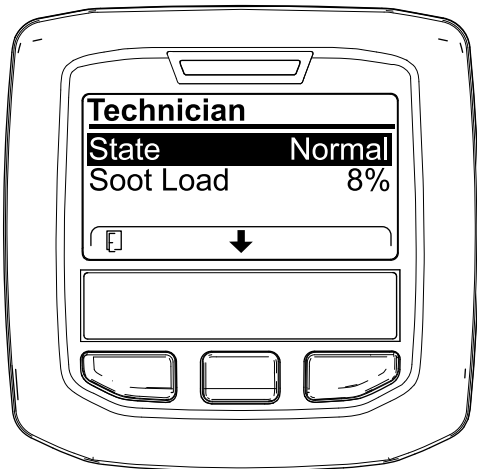

Figura 61
- Utilice la tabla de funcionamiento del DPF para consultar el estado actual del DPF (Figura 61).